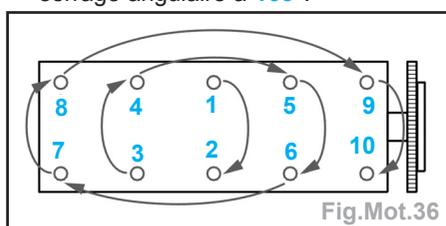

Fig.Mot.36
Impératif : serrer les vis de culasse dans l'ordre indiqué (Fig.Mot.36) :
- Serrer les vis de culasse dans l'ordre indiqué (Fig.Mot.36) :